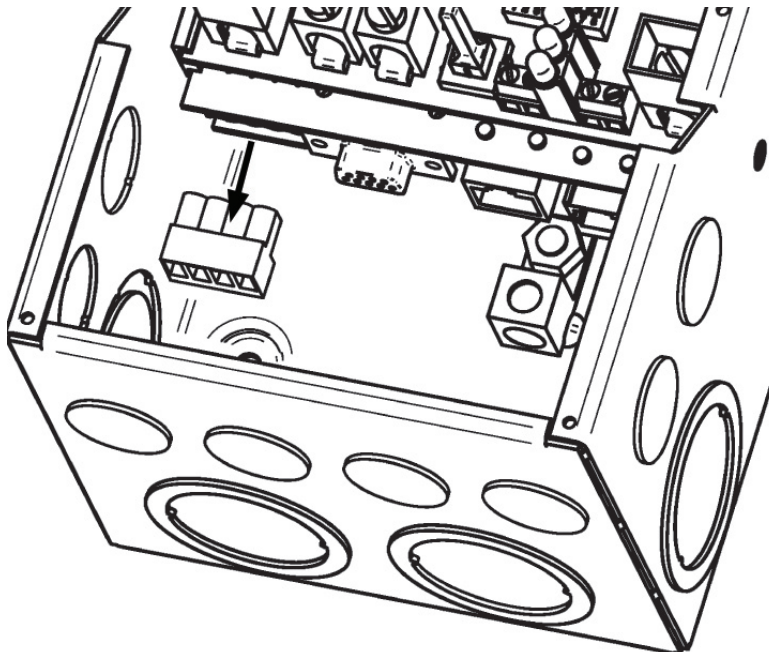

Figure 3-6. Retrait du connecteur enfichable RS-485
Vous devez retirer le connecteur EIA-485 à quatre (4) positions sur le TriStar-MPPT afin d'avoir accès aux vis des bornes. Retirez le connecteur enfichable en maintenant fermement le corps du connecteur et en tirant le connecteur de la carte de circuit imprimé comme cela est indiqué sur la figure 3-6.